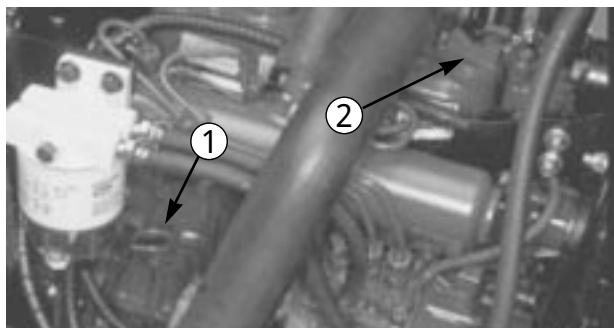

図14
2. ディップスティック(図14)を抜き、ウェスで拭ってからもう一度差し込んで引き抜き、オイルの量を点検する：FULLマークであればよい。